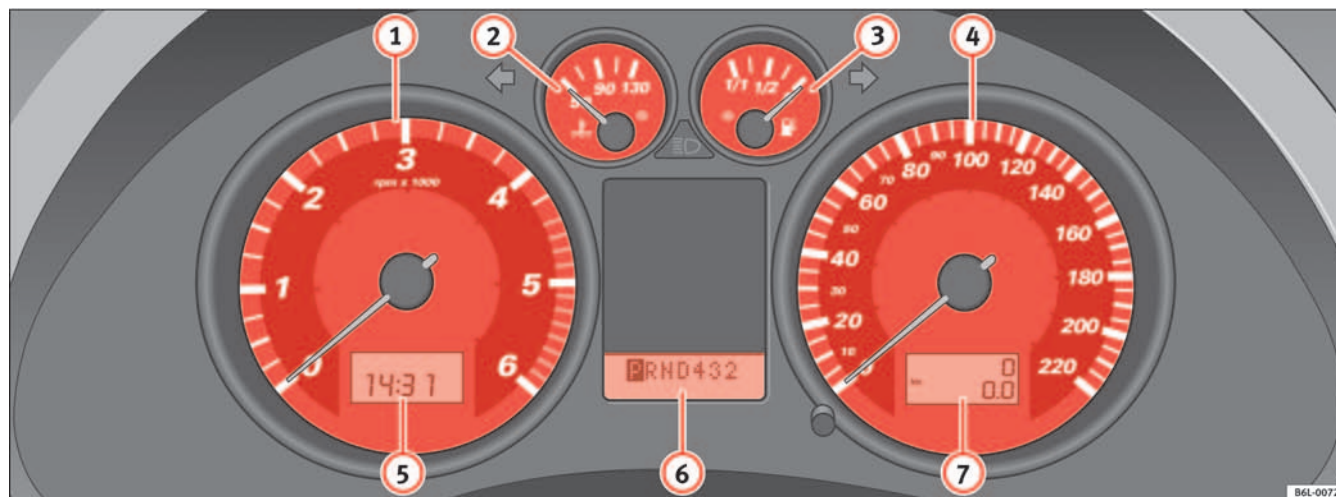

Abb. 32 Ausschnitt aus der Instrumententafel: Kombiinstrument
Der Beginn des roten Bereichs \Rightarrow Seite 58, Abb. 32 ④ bedeutet die maximale Motordrehzahl bei Betriebstemperatur. Vor Erreichen dieses Bereiches sollte in den nächst höheren Gang geschaltet oder die Wählhebelstellung D gewählt oder der Fuß vom Gaspedal genommen werden.
- Drehen Sie den Einstellknopf ⇒ Seite 58, Abb. 32  bis zum Anschlag nach links, die Stunden werden eingestellt. Wenn Sie den Einstellknopf nur kurz nach links drehen, wird jeweils um eine Stunde weitergestellt.
Das rechte Zählwerk registriert die Kurzstrecken. Die letzte Stelle steht für Strecken von 100 m. Der Kurzstreckenzähler kann durch Drücken des Rückstellknopfs ⇒ Seite 58, Abb. 32 (6) auf Null gestellt werden.